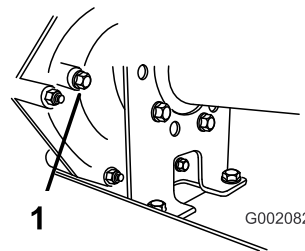

Figura 42
2. Rimuovete il bullone dal foro di indicazione del livello (Figura 42).